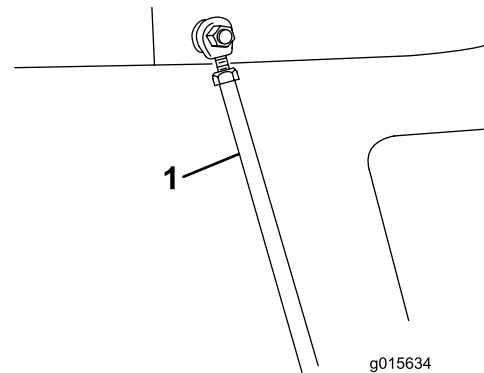

Bild 21
5. Befestigen Sie die Spurstangen des Füllkastens mit Splinten am Rahmen (Bild 21).